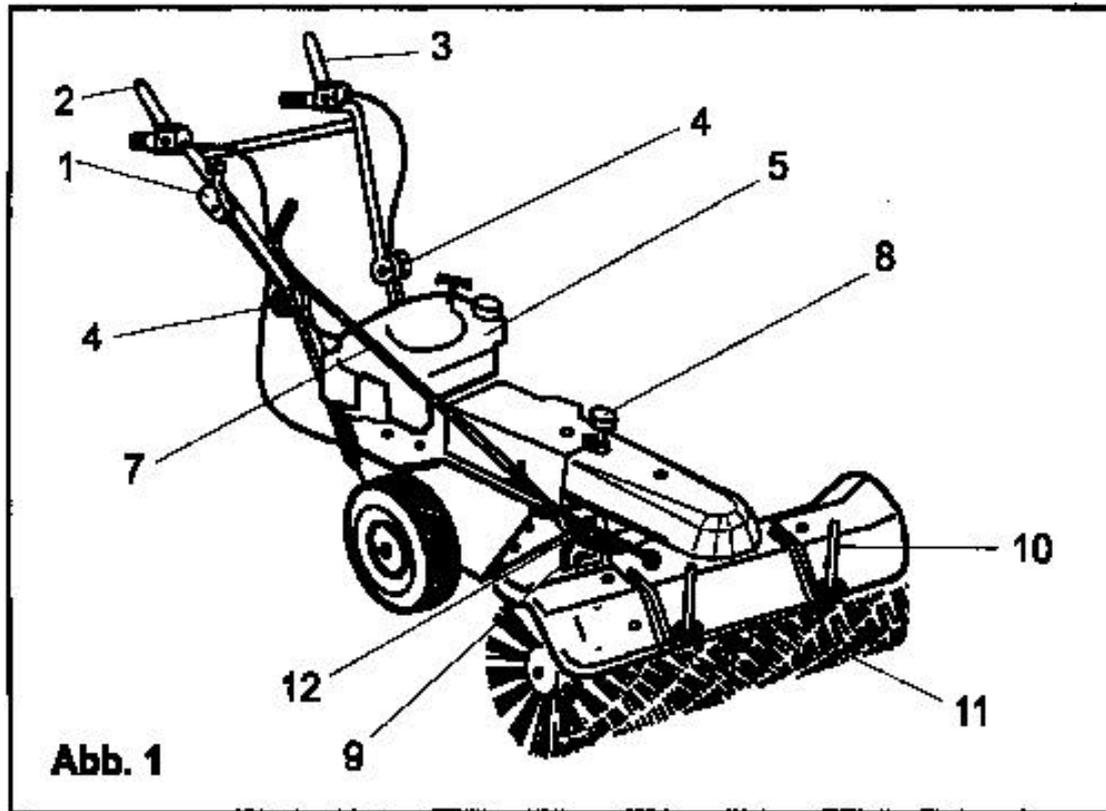

Abb. 1
Beschreibung (Abb.1)
A.4. Montage des Schwenkrohres (siehe auch Abb. 1)
A.5. Montage des Stützradknaufes und Bürsten-Höheneinstellung (siehe auch Abb. 1)
Vor der Inbetriebnahme machen Sie sich bitte mit allen Bedienelementen vertraut. Dieses Gerät besitzt für Fahr- und Kehrbürstenantrieb sogenannte Totmann-Schalthebel. Es ist erforderlich und beabsichtigt, dass die Schalthebel (Abb. 1 Pos. 2+3) während des Arbeitsbetriebes dauernd gehalten werden müssen. Aufgrund der ergonomischen Auslegung ist dieses nicht ermüdend und erfordert nur geringe Haltekräfte. Der Vorteil liegt besonders darin, dass in Schreck- oder Gefahrensituationen durch loslassen der Maschine die Antriebe außer Betrieb gesetzt werden.
Es können 5 Schwenkrastungen für die Kehrbürstenstellung gewählt werden. Zur Veränderung der Einstellung wird der Schwenkhebel (Abb.1 Pos. 7) am Griffende angehoben bis der Sucherstift in der Schwenkkulisse (Abb. 1 Pos. 12) die bisherige Position aufgibt. Dann wird durch ziehen oder stoßen des Schwenkhebels eine neue Schrägstellung für die Kehrbürsten gewählt. Durch absenken des Schwenkhebels findet der Sucherstift eine neue Rastung, womit der Wählvorgang beendet ist.
Der Kehrbürstenantrieb wird durch herabdrücken des Schalthebels am rechten Lenkerholm (Abb.1 Pos.2) in Gang gesetzt.
Der Motor wird mit dem Gasregulierhebel (Abb.1, Pos.1) abgestellt.
- Beim Kkehrbürstenantrieb ist die Einstellung richtig, wenn die Bürsten unter Arbeitslast nicht stehen bleiben, aber andererseits die Bürsten sicher stehen bleiben, wenn der Schalthebel (Abb.1. Pos.2) losgelassen wird.